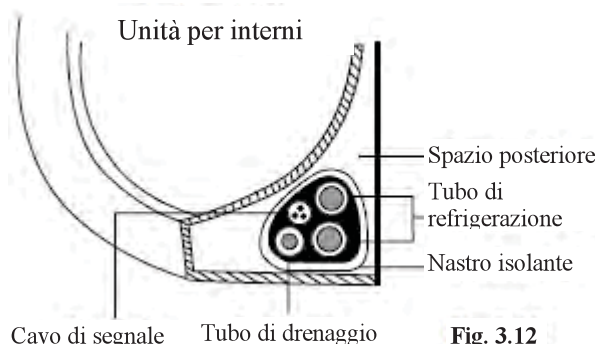

Fig. 3.12
- Avvolgere il tubo di scarico, I tubi di refrigerazione e il cavo di segnale come indicato nella Fig. 3.12.
- Usando un nastro isolante, avvolgere il cavo di segnale, i tubi refrigerante e di drenaggio stretti insieme. Verificare di nuovo che tutte gli oggetti siano legati insieme come nella Fig. 3.12.